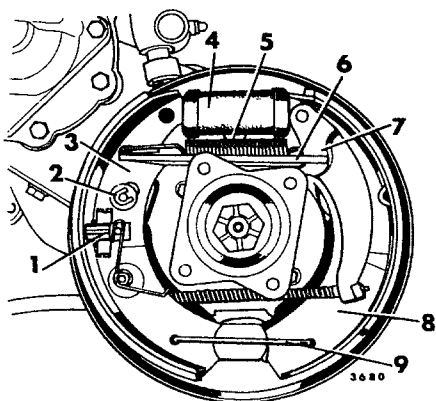

Fig 12-1. Bromssköld med backar, BV 202N
3. Hur beläggen skall placeras på bromsbackarna framgår av fig 12-1 och 12-3. Börja nitningen på beläggets mitt och se till att belägget ligger väl an mot backen efter hela sin längd. Använd nitpress samt nitdornar som svarar mot nitarnas dimensioner.